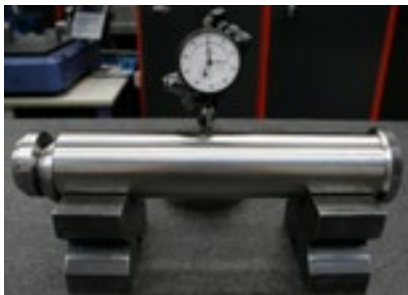

Fig.6
5.2 Efectuar al menos cada 12 meses un control de cilindridad para verificar eventuales deformaciones permanentes. (**Fig.6**); en el caso de errores superiores a 0.25mm sustituir los bulones afectados.
5.4 En el caso de que se verifique que las eslingas/cadenas han cedido, con la consiguiente sobrecarga de los bulones de transporte, someterlos a controles de cilindridad (ver **Fig.6**) para verificar eventuales deformaciones; en el caso de errores superiores a 0.25 mm sustituir los bulones afectados; sustituir los tornillos de sujeción y verificar el apriete correcto según la tabla indicada en el manual.